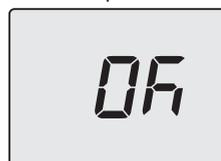

Figura 5.53
- Premendo il tasto 13 (Figura 5.47) si ottiene la conferma del valore inserito. Il display visualizzerà per 5 sec. quanto segue (Figura 5.53) poi, si porterà al livello superiore.